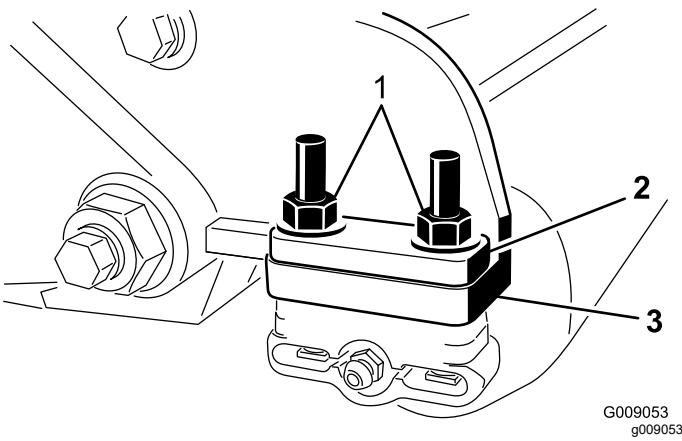

Рисунок 7
7. Отверните две фланцевые контргайки, соединяющие каждый кронштейн катка с боковыми пластинами (Рисунок 7).